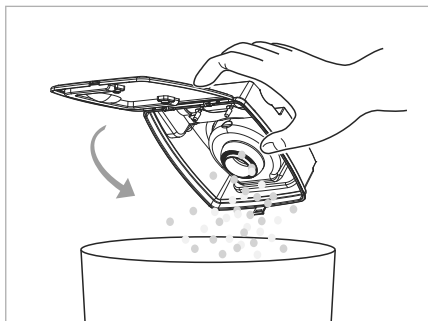

Fig. 11
- 4) Riversare il contenuto del contenitore della polvere **14** in un contenitore per rifiuti (vedere fig. 11).